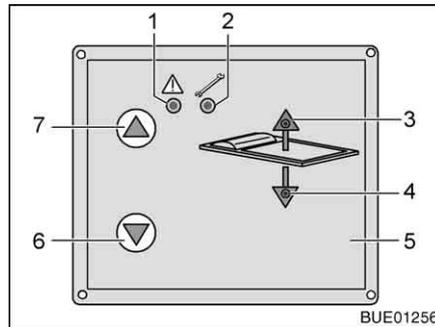

Bild 72 Bedieneinheit
- An der Bedieneinheit (Bild 72,5) Taste "▼" (Bild 72,6) drücken und ca. 6 Sekunden lang gedrückt halten. Beide LEDs (Bild 72,3 und 4) leuchten grün.
- Taste "▼" (Bild 72,6) drücken und so lange gedrückt halten, bis das Bett die gewünschte Position oder den Endanschlag erreicht hat. Die LED (Bild 72,3) leuchtet grün.
- Taste "▲" (Bild 72,7) drücken und so lange gedrückt halten, bis das Bett die gewünschte Position oder den Endanschlag erreicht hat. Die LED (Bild 72,4) leuchtet grün.
- Taste "▼" (Bild 72,6) oder Taste "▲" (Bild 72,7) drücken und gedrückt halten, bis das Bett die untere oder obere Endstellung erreicht hat.
Wenn sich das Bett über die Bedieneinheit nicht mehr bewegen lässt und die LED "▲" (Bild 72,1) rot blinkt, kann das Etagenbett auch manuell bedient werden. Dazu wie folgt vorgehen:
Wenn die Wartungsleuchte (Bild 72,2) aufleuchtet: Kundendienst aufsuchen.